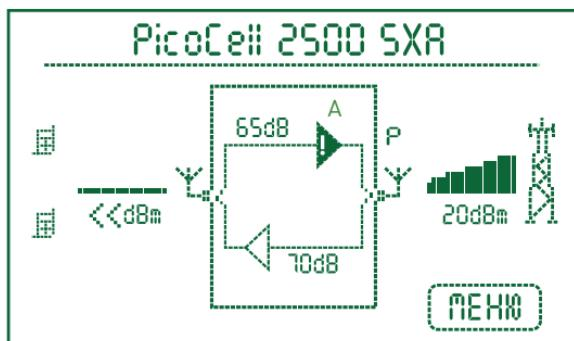

Рис.2. Экран дисплея
4. Убедитесь в отсутствии самовозбуждения репитера. Признаком самовозбуждения является наличие постоянного уровня выходной мощности в канале Uplink при отсутствии работающих телефонов абонентов. Если согласно измерениям или расчетам известно, что уровня сигналов от базовой станции не достаточно для того, чтобы репитер «вышел на полную мощность», а индикатор репитера показывает полную шкалу, и при этом в UP канале постоянно индицируется значок "Р", то это однозначно указывает на самовозбуждение (см. рис. 2). Также можно пользоваться следующим методом: при увеличении усиления на 1 дБ уровень выходной мощности также должен увеличиться на 1 дБм, если происходит скачок мощности на 3 дБм и более, то это означает наступление самовозбуждения. Для устойчивой работы репитера рекомендуется установить усиление на 2–4 дБ ниже того значения, при котором происходит «скачок» мощности.